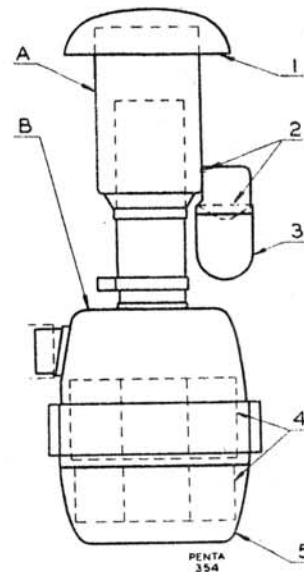

Abb. 57. Luftfilter, "Mann & Hummel", Typ LOZ.
Der Luftreiniger (Abb. 57) besteht aus zwei Hauptteilen: Zyklonenscheider (A) und Ölbadluftfilter (B).